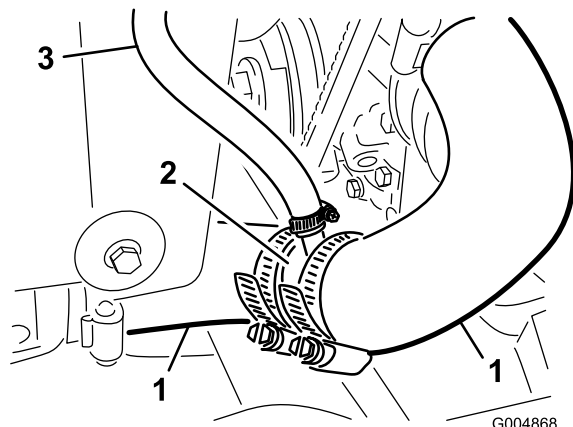
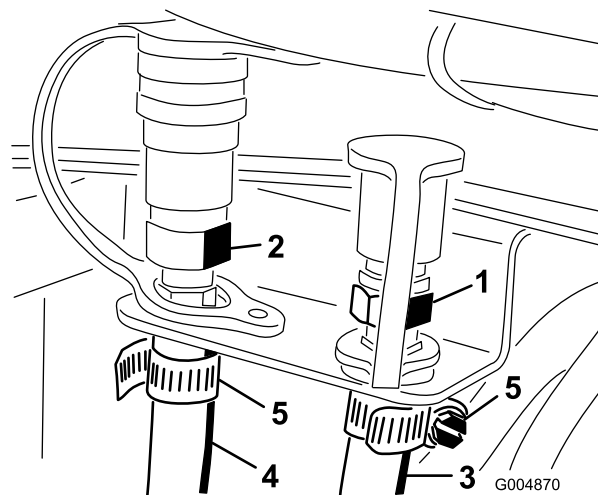
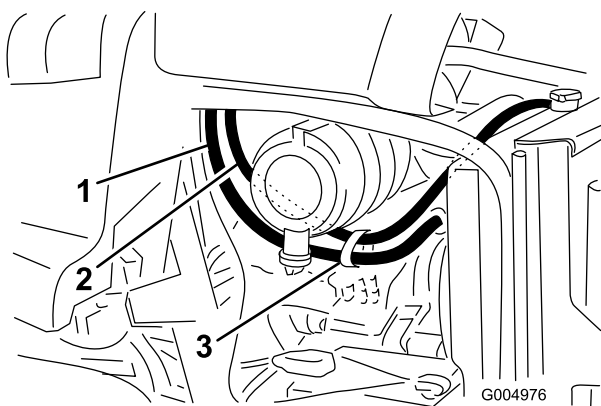

Figure 18
Figure 19
Figure 20
14. Branchez le raccord en T aux flexibles et fixez-le avec les colliers, comme montré à la Figure 18.
15. Branchez le flexible de 140 cm (55 po) que vous avez coupé précédemment au raccord en T neuf du flexible de radiateur (Figure 18). Fixez le flexible au raccord en T au moyen d'un collier. Acheminez le flexible derrière le réservoir de trop-plein du radiateur, vers le haut le long du côté droit du radiateur, en travers du sommet du radiateur vers le côté gauche et sous le filtre à air, comme montré à la Figure 19. Insérez un collier sur le flexible et branchez le flexible au mamelon (Figure 20). Ceci est le flexible de retour.